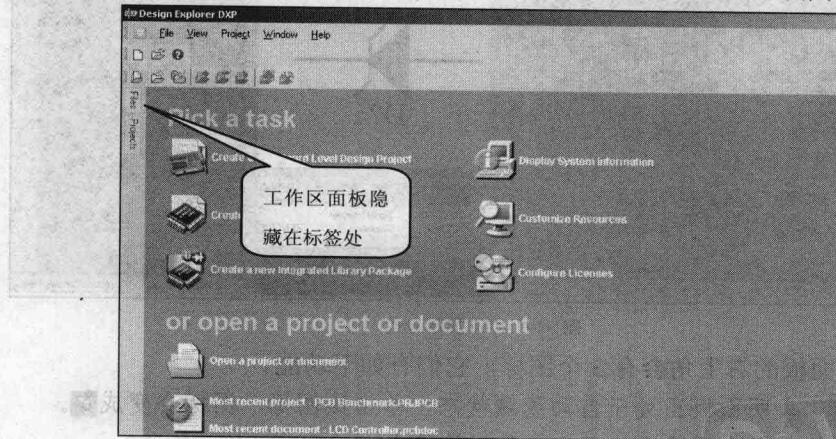

图1-17 面板靠边隐藏方式
(1) 自动隐藏方式。如图 1-17 所示，该图中的面板处于自动隐藏方式。要显示某一工作窗口面板，可以将鼠标指针放在相应标签上或者单击该标签，工作窗口面板会自动弹出。当鼠标指针移开该面板一定时间或者在工作区单击鼠标左键后，该面板会自动隐藏。